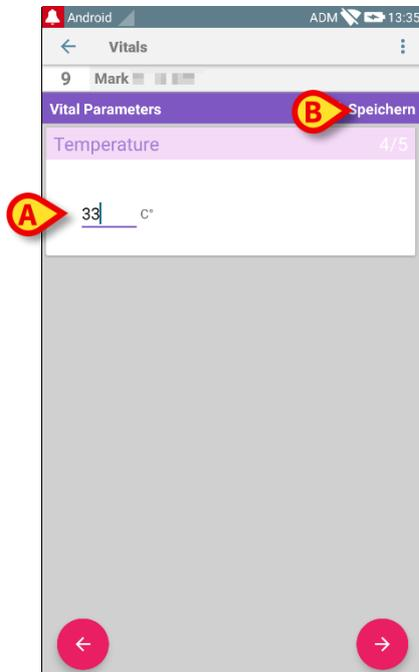

Abb. 73
Die Bildschirmseite zur Eingabe von Daten wird geöffnet (Abb. 73).
- Bearbeiten Sie die Daten (Abb. 73 **A**).
- Berühren Sie **Speichern** (Abb. 73 **B**).